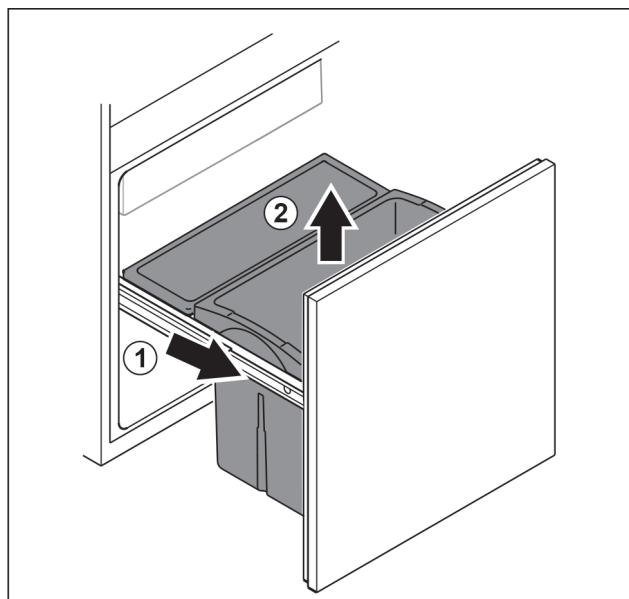

Fig. 160
- Izvadite izvlačnu kutiju do graničnika. Fig. 160 (1)
- Izvadite ladicu prema gore. Fig. 160 (2)